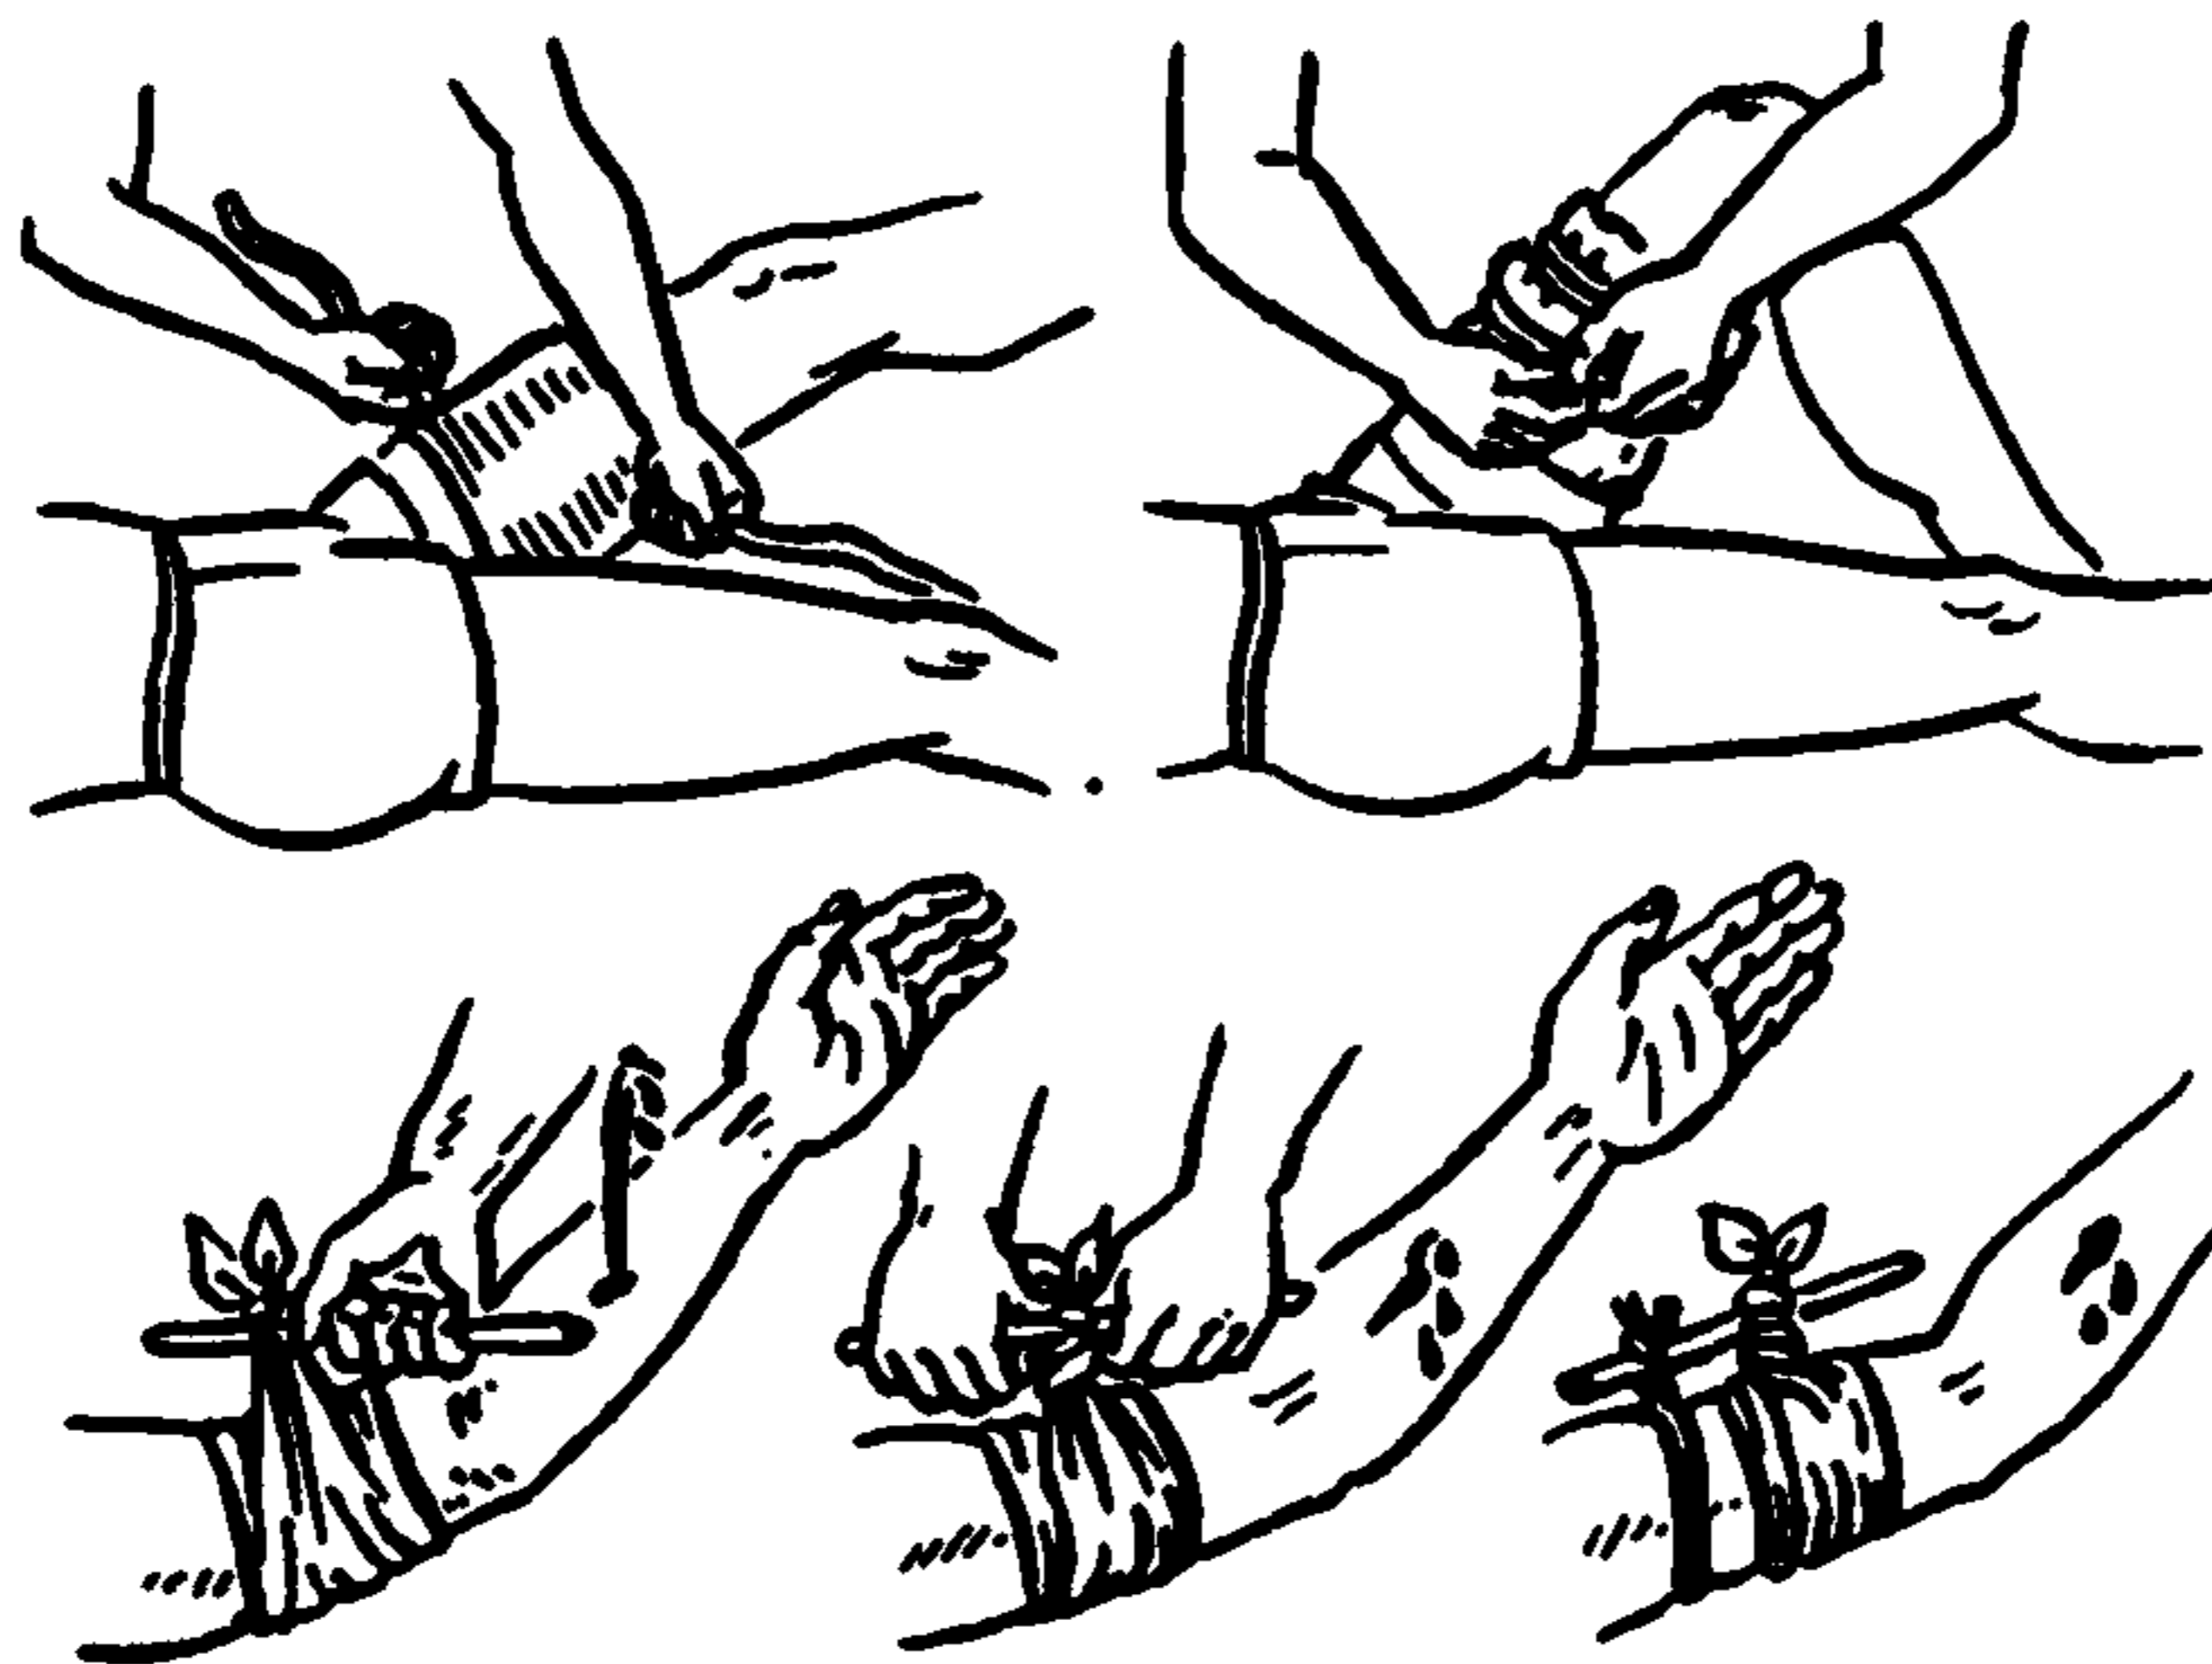

Рис. 9
4) Наложение жгута или закрутки (рис. 9).